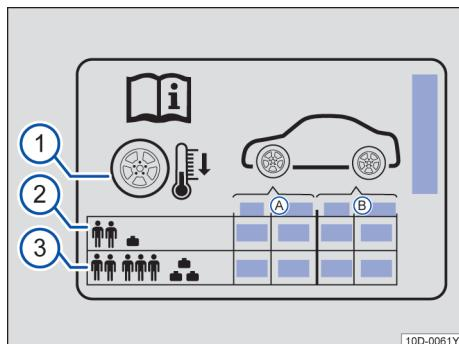

图 141 胎压标签上的图标
胎压标签上的数据 → 图 141：
- 在有效负荷较大时要相应地调整轮胎压力→图 141③。